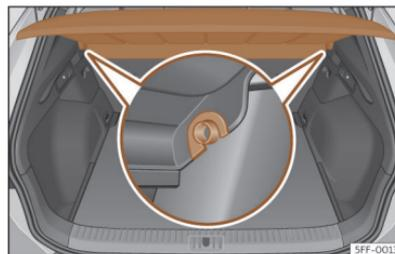

Fig. 174 En el maletero: desmontar y montar la bandeja.
- Desenganche la bandeja de los soportes laterales >>> **fig. 174** tirando de ella hacia arriba y extraiga la bandeja.
- Introduzca la bandeja horizontalmente haciendo coincidir la “herradura” sobre el eje de los soportes >>> **fig. 174**, y presione hacia abajo hasta que encastre.